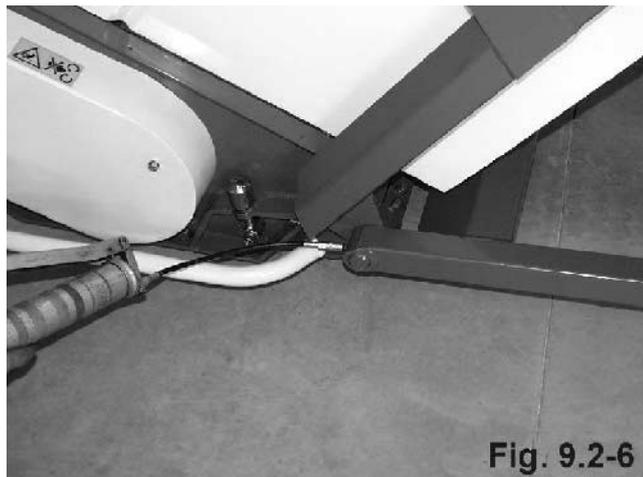

Fig. 9.2-6
- Centro di rotazione del telaio (Fig. 9.2-6)